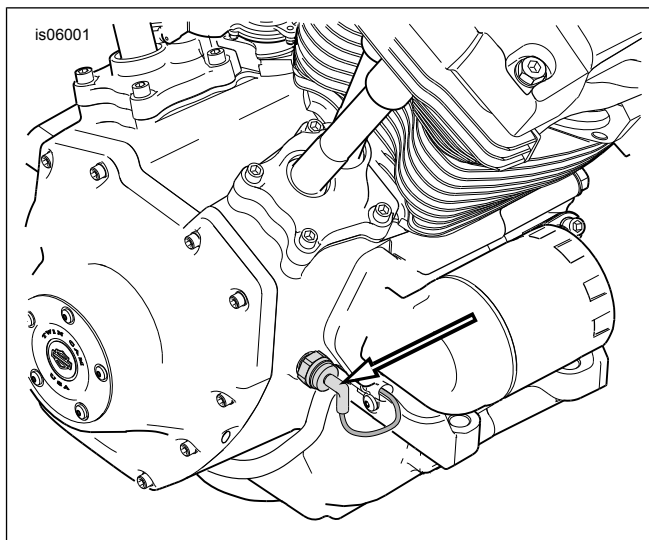

Figure 1. Emplacement du pressostat d'huile (classique)
1. Voir Figure 1. Déposer le connecteur du pressostat d'huile. Retirer et jeter le pressostat. Nettoyer l'ancien produit frein filet de l'ouverture fileté.